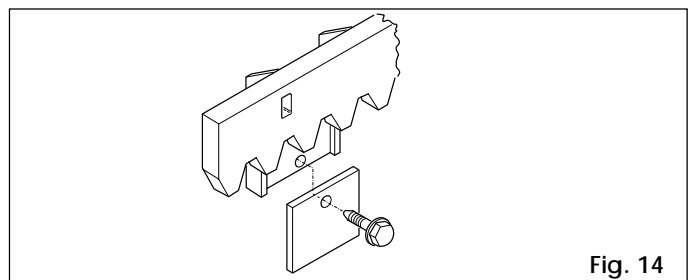

Fig. 14
**4.4.3. SCREW-ON NYLON RACK (Fig. 14)**